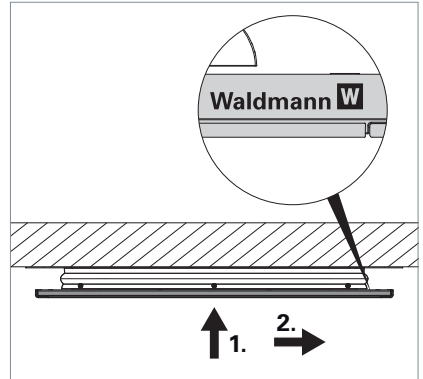

Fig. 12: Direktlicht-Element aushängen.
- ▶ Positionieren Sie sich so, dass Sie auf das Waldmann-Logo sehen, siehe Fig. 12.